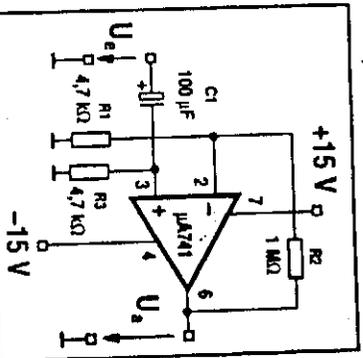
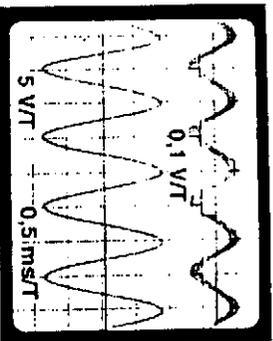

Bild 54: Der OpAmp verstärkt hier ca. 200fach (nur Wechselspannung).
Bild 56: Bei 1 KHz ist das Ausgangssignal (unten) ca. 200mal so groß wie die Eingangsspannung (oben).
Für den Neuling erscheint die Sache mit dem Offset-Fehler etwas aufgetauscht; in der Praxis ist es aber leider so, daß einem diese „Macke“ erhebliche Kopfschmerzen bereiten kann, gerade bei Gleichspannungsverstärkern. Wenn es um reine Wechselspannungsverstärkung geht, kann man über Kondensatoren ein- und auskoppeln und ist die ledigen Driftprobleme los (Bild 54).
■ Schauen wir uns das in der Praxis einmal an und zwar anhand der Schaltung von Bild 54. Bei diesem Verstärker ist mit dem Rückkopplungsweig R2/R1 eine Verstärkung von ca. 200 eingestellt (der genaue Wert spielt hier nur eine untergeordnete Rolle). Die Übertragung erfolgt phasenrichtig, d.h. nichtinvertierend, weil wir die Einspeisung am Plus-Eingang +In vornehmen: Eingang- und Ausgangssignal sind phasengleich und unterscheiden sich in ihrer Amplitude um den Verstärkungsfaktor. Bild 56 zeigt diese Verhältnisse bei einer Frequenz von ca. 1 KHz.
Rechnerisch läßt sich dies mit dem Verstärkungs/Bandbreiten-Produkt B beschreiben, wofür auch die Transistfrequenz  $f_t$  genannt wird. Das ist diejenige Frequenz, bei der die Verstärkung eines OpAmps auf Eins abgesunken ist (beim  $\mu A741$  ist  $f_t = 1$  MHz, vgl. Bild 54). Wer also eine Verstärkung von 100 fordert, muß sich (in diesem Beispiel) mit einer Grenzfrequenz von 10 KHz begnügen; wer dagegen mit 100 Hz auskommt, kann die Verstärkung bis 10 000 ausreizen. Das Produkt von Grenzfrequenz mal Verstärkung kann niemals größer sein als B (bzw.  $f_t$ ).